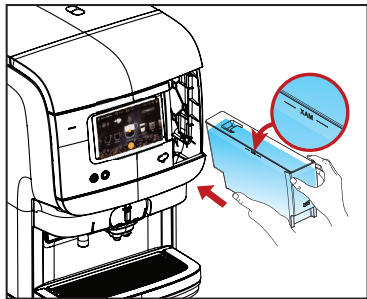

Fig. 4
4. Påfyld vandbeholderen til maks. niveau med frisk, rent vand, og sæt den tilbage i automaten. (Se fig. 4)